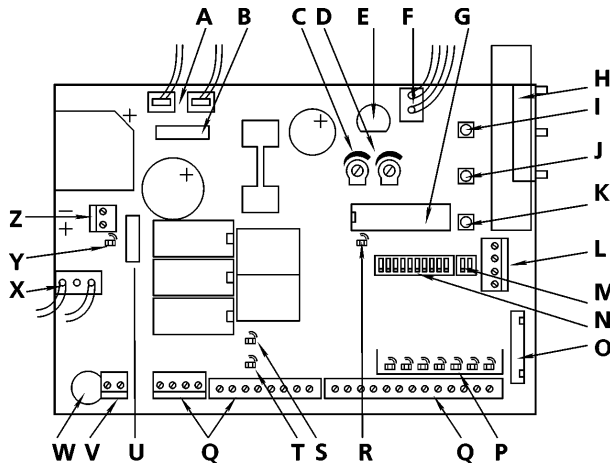

Рисунок 1
- нажать на кнопку "Закреть" (поз. К-Рис.1) и убедиться в том, что полотно ворот движется в направлении закрывания;